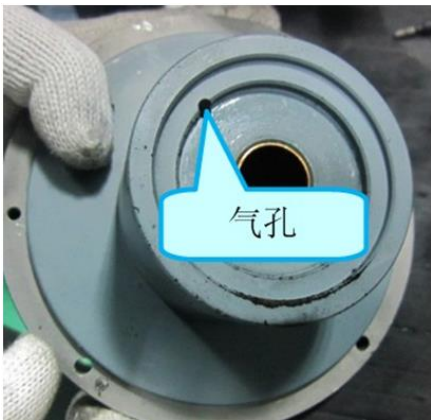

图 D-15
- 2) 用 3mm 内六角扳手清理铁心上的气孔，确保气孔畅通，见图 D-15；